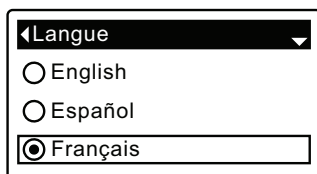

FIG. 47
5. Appuyez sur le SÉLECTEUR (O) pour afficher le menu Langue (cf. Figure 47).
6. Si le cercle à gauche de la langue souhaitée a déjà un point (cf. Figure 47), passez à l'étape 7. Sinon, appuyez sur le bouton BAS (▼) ou HAUT (▲) pour passer à la langue souhaitée, puis sur le SÉLECTEUR (O) pour valider votre choix. Choix de langues : anglais, espagnol, français, italien, allemand, néerlandais, polonais, russe, hongrois, turc, lituanien, grec, roumain, tchèque, slovaque, bulgare, serbe, croate.